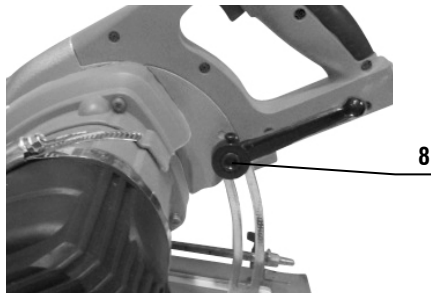

Fig. 2 - Ajuste da profundidade de corte
Primeiro certifique-se de que a máquina está desligada e com o plugue fora da tomada. Para ajustar a profundidade de corte (Fig.2), solte a alavanca da base (8) de acordo com o desejado.